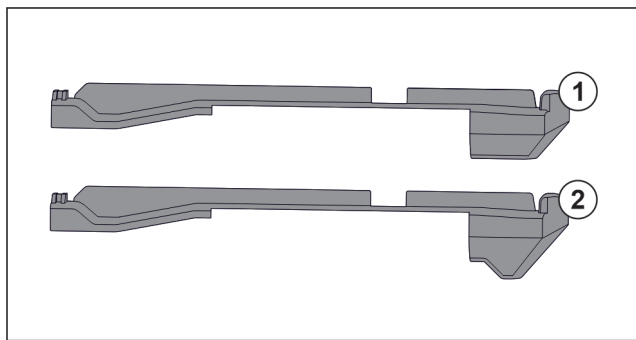

Fig. 78 Primerjava natičnih nastavkov
V napravi sta dva različna natična nastavek. Natični nastavek nad povsem spodnjim predalom Fig. 78 (2) ima trikotni rob. Vsi ostali natični nastavki Fig. 78 (1) imajo raven rob.
- ▶ Natični nastavek Fig. 78 (2) s trikotnim robom namestite nad povsem spodnjim predalom.
- ▶ Natični nastavek Fig. 78 (1) z ravnim robom namestite na vsa preostala mesta.